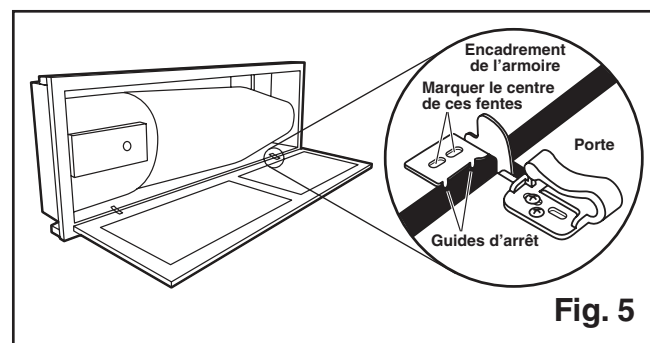

Fig. 5
6. Marquez et percez des avant-trous dans le cadre de l'armoire pour les charnières de la porte (Fig. 5).